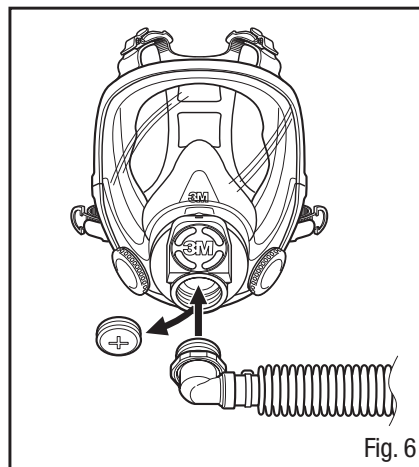

Fig. 6
1. Retirer l'obturateur pour masque complet 7890 3M^{MC} et visser le tuyau de respiration dans l'orifice central (Fig. 6).